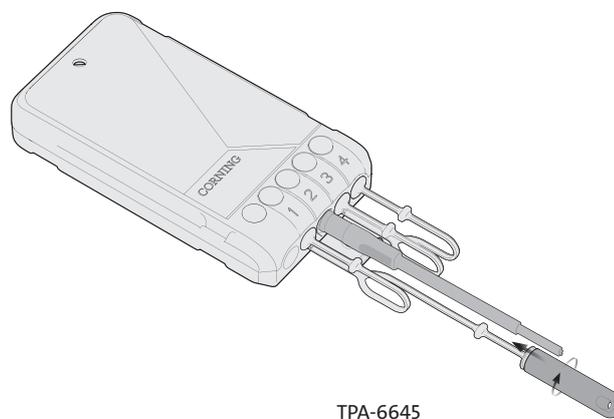

Figure 26
Étape 4 : connecter le joint anti-poussière du port du terminal avec le bouchon anti-poussière du connecteur (Figure 26).